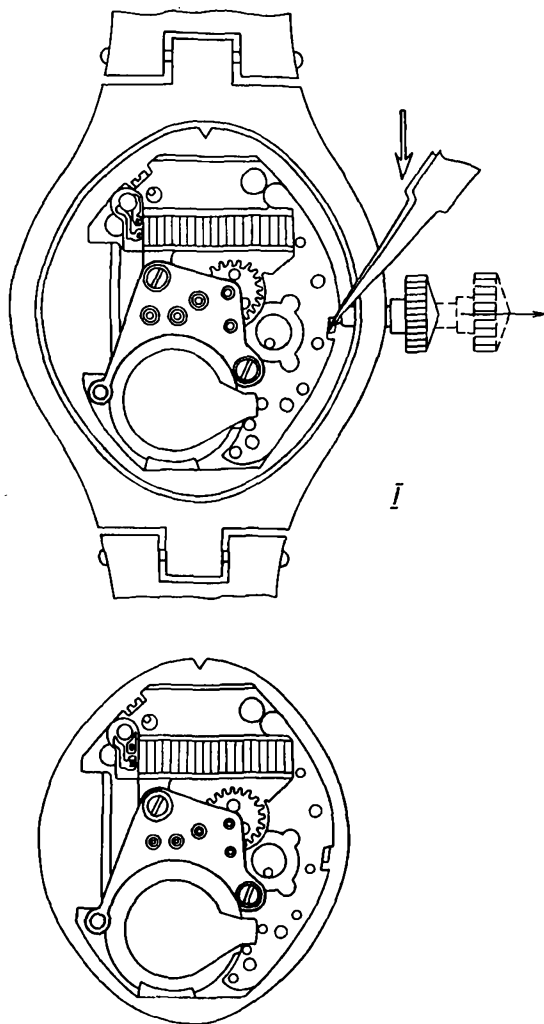

Рис. 22. Извлечение механизма из корпуса:
14. Вынуть ключ, сместив пластину (рис. 22)